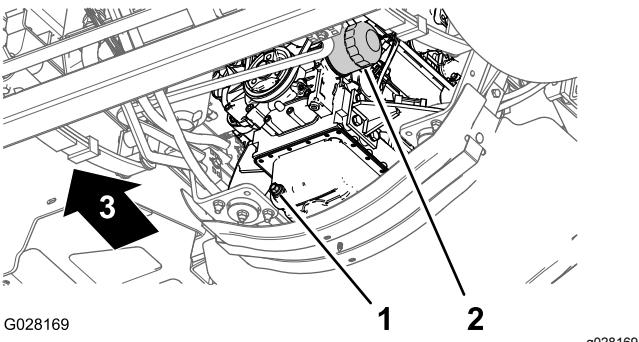

Figure 72
- Placez un bac de vidange sous le filtre à huile moteur (Figure 72).
4. Retirez le filtre à huile usagé (Figure 72).
8. Posez le filtre à huile sur l'adaptateur et vissez le filtre dans le sens horaire jusqu'à ce que le joint en caoutchouc touche l'adaptateur, puis serrez encore le filtre d'un demi-tour (Figure 72).
1. Placez un bac de vidange sous le bouchon de vidange (Figure 72).
2. Enlevez le bouchon de vidange pour permettre à toute l'huile de s'écouler (Figure 72).